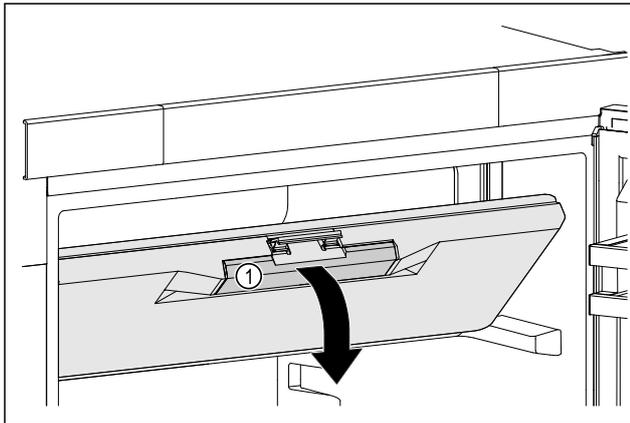

Fig. 23
- ▶ Primite vrata pretinca za zamrzavanje na udubljenju kao rukohvatu Fig. 23 (1).